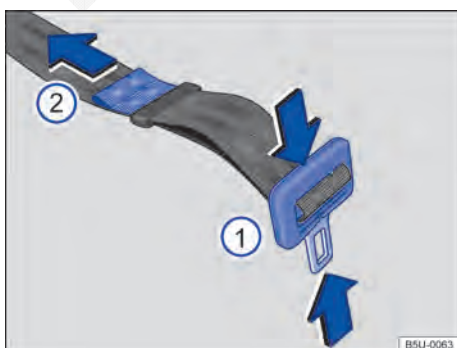

Fig. 44 Ajustar o cadarço do cinto de segurança subabdominal.
- Pressionar a lingueta na direção das setas → Fig. 44 ① e alongar totalmente o cinto de segurança.
- Apertar a lingueta contra o fecho do cinto de segurança e puxar a extremidade → Fig. 44 ② no sentido da seta, até atingir uma folga máxima de 5 cm (3 dedos) na região pélvica.